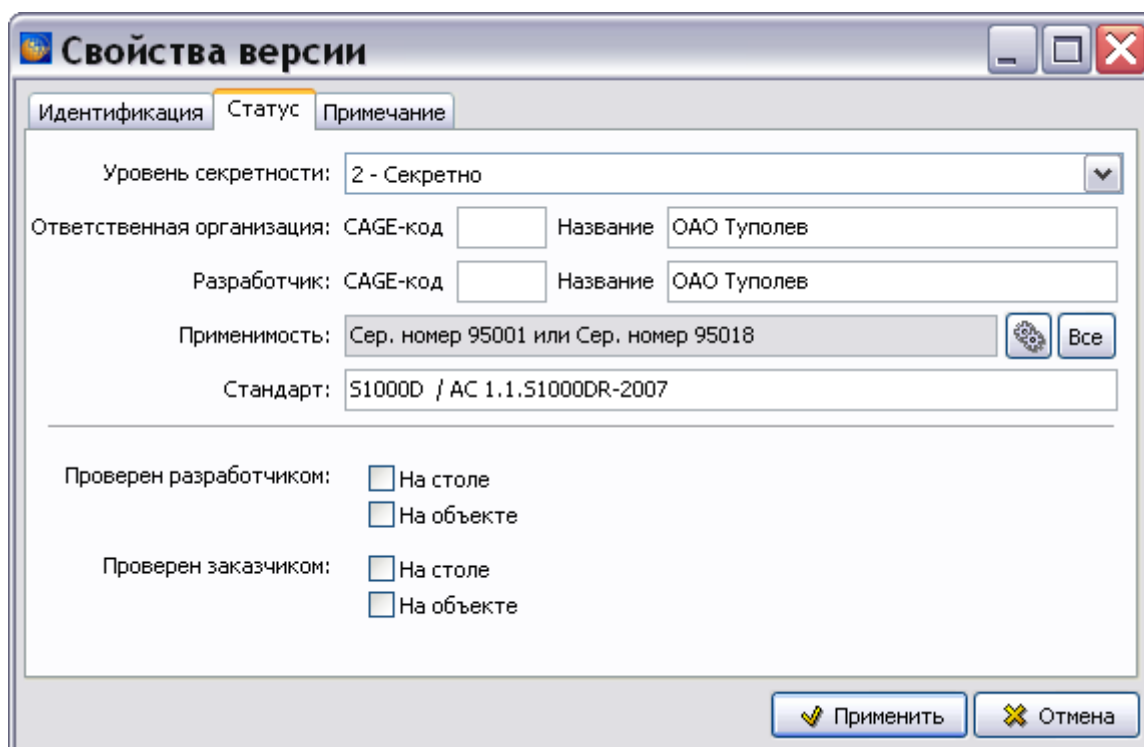

Рис. 22.55
- Нажмите на кнопку . После этого произойдет возврат на вкладку **Статус** окна **Свойства версии**. В строке **Применяемость** отображается указанная для версии модуля данных применяемость - для экземпляров изделия с серийными номерами 95001 или 95018 (Рис. 22.55).